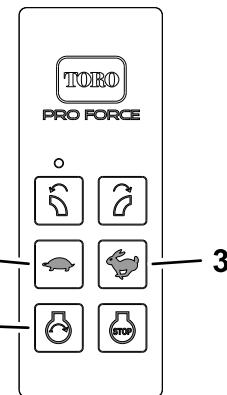

Figura 19
- Mantenga pulsado el botón ARRANQUE DEL MOTOR (Figura 19) en el control remoto manual hasta que arranque el motor.
- Ajuste la velocidad del motor pulsando el botón AUMENTAR LA VELOCIDAD DEL MOTOR o el botón REDUCIR LA VELOCIDAD DEL MOTOR (Figura 19).